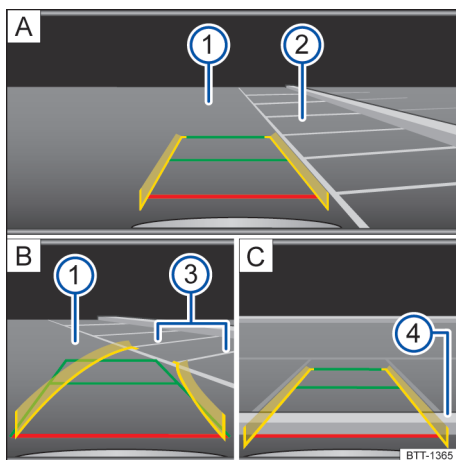

Fig. 153 Exibição do tela do sistema Infotainment: estacionar com a câmera de marcha à ré, modo 1.
Legenda para Fig. 153:
- Posicionar o veículo na frente da vaga de estacionamento → Fig. 153 ② A.
- Dirigir de modo que as linhas amarelas ③ conduzam à vaga de estacionamento B. As linhas verdes e amarelas devem coincidir com as linhas de limitação laterais ③.
- Quando a linha vermelha atingir a limitação traseira ④ C, parar.